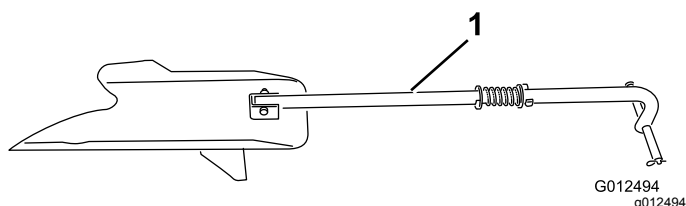
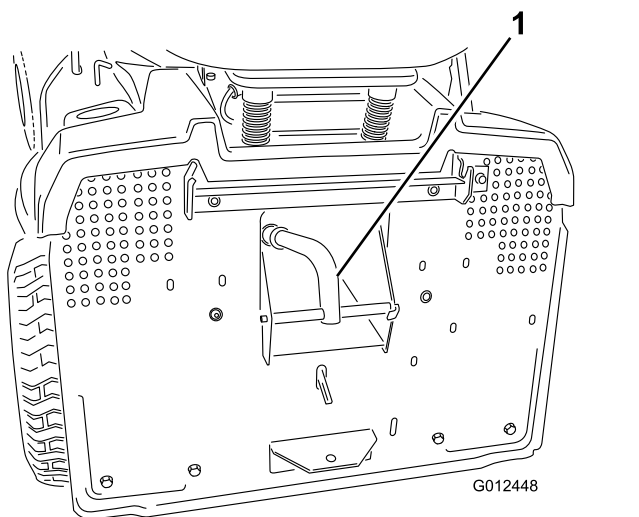

Figure 17
Figure 18
5. Insérez l'obturateur de mulching (Figure 17) dans l'ouverture d'éjection à l'arrière de la machine, et accrochez-le dans l'orifice de la goulotte d'éjection (Figure 18).